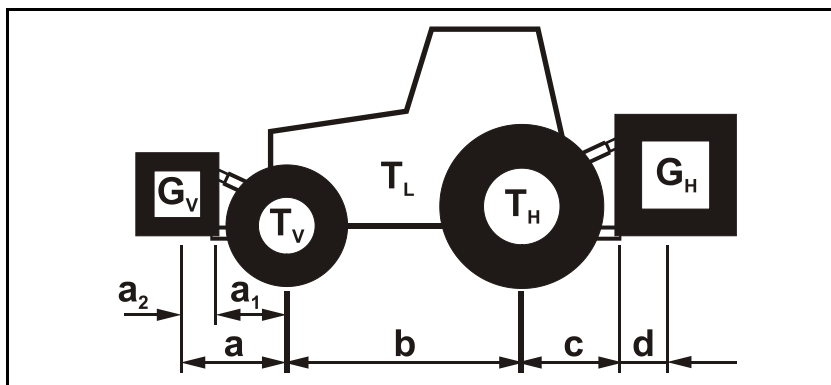

Bild 50
2. Skruva ut stoppskruven (Bild 50/1) på skyddstratten.